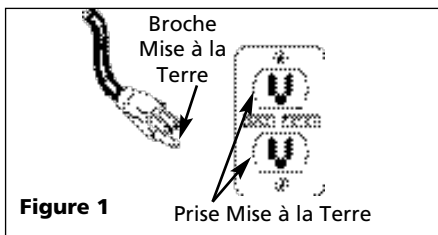

Figure 1
19. Pour réduire le risque de secousse électrique, la pompe devrait être branchée directement dans une prise de courant à 3 broches mise à la terre et installée correctement telle qu'indiquée sur la Figure 1. Le